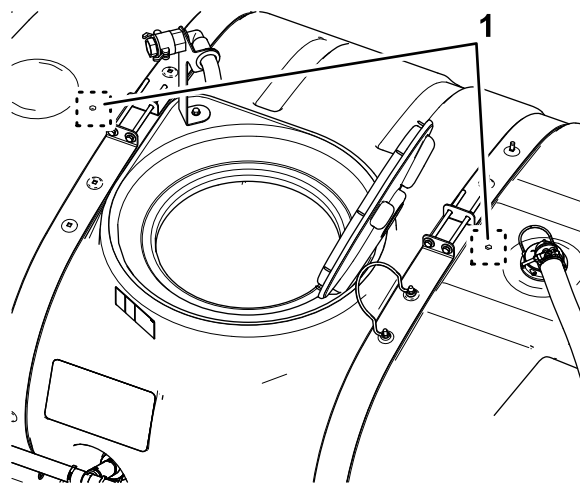

図 17
2. メインタンクについているドリルマーク2つを探し出す 図 17。